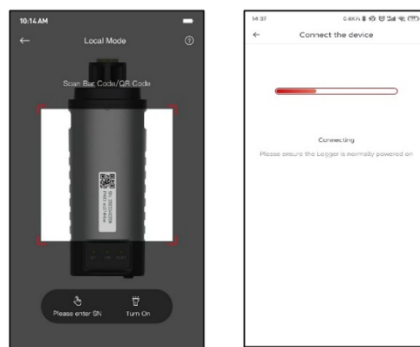

FIG.11 Conectar-se ao Stick WiFi
3) Digitalize o código QR do stick WIFI ou insira o número de série do stick WiFi manualmente. Em seguida conecte-se ao AP do stick WiFi, conforme FIG.11;